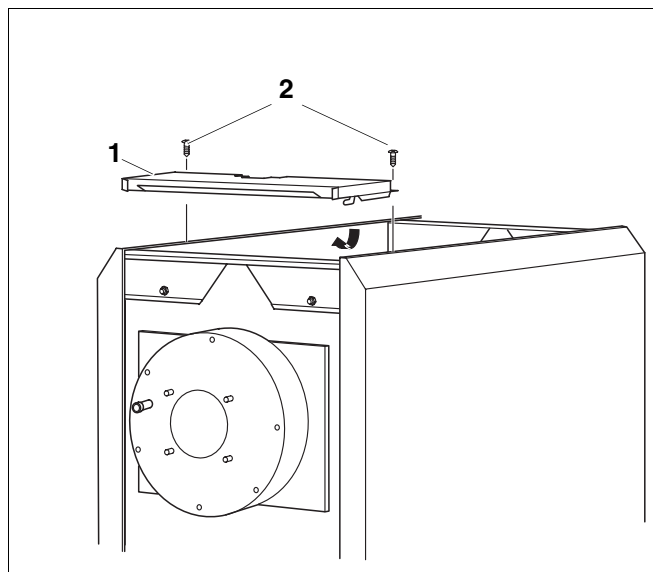

Fig. 16 Montering af forreste kedelkappe
- Læg den forreste kedelkappe (fig. 16, **pos. 1**) oven på sidevægsafkantningen, og træk den fremad, til tappene i højre og venstre side griber ind i slidserne.
- Skru den forreste kedelkappe fast til sidetraverserne gennem laskerne i kedelkappen og sidevægsafkantningen med 2 pladeskruer (fig. 16, **pos. 2**).